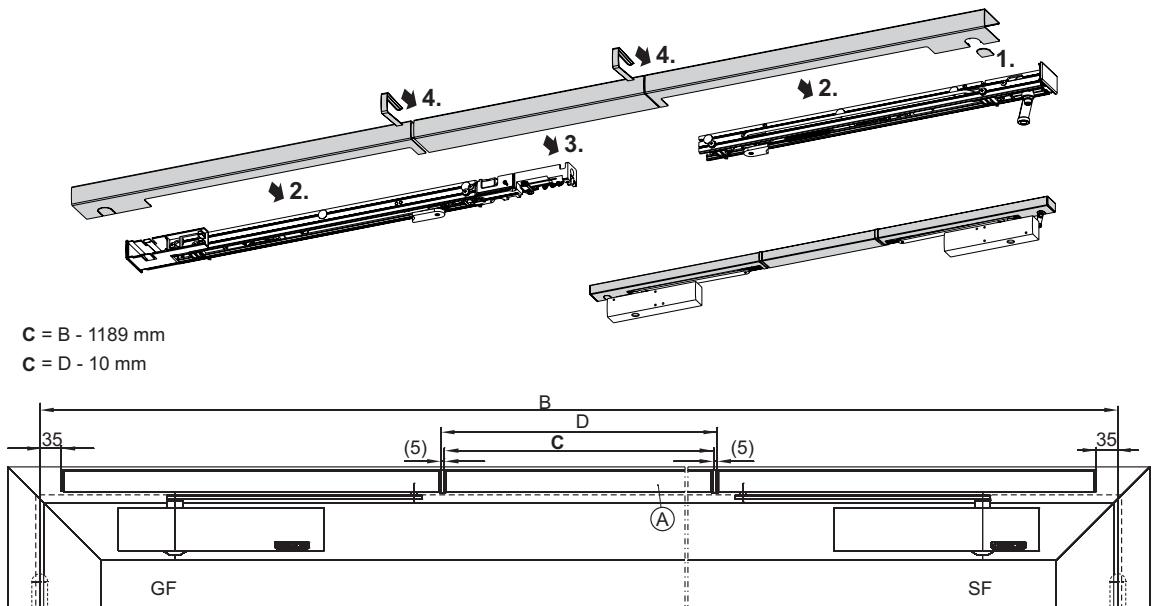

Fig. 6.8.1
- ▶ Raccourcir à la cote „C“ le cache central „A“ pouvant être recoupé à longueur (**Fig. 6.8.1**).